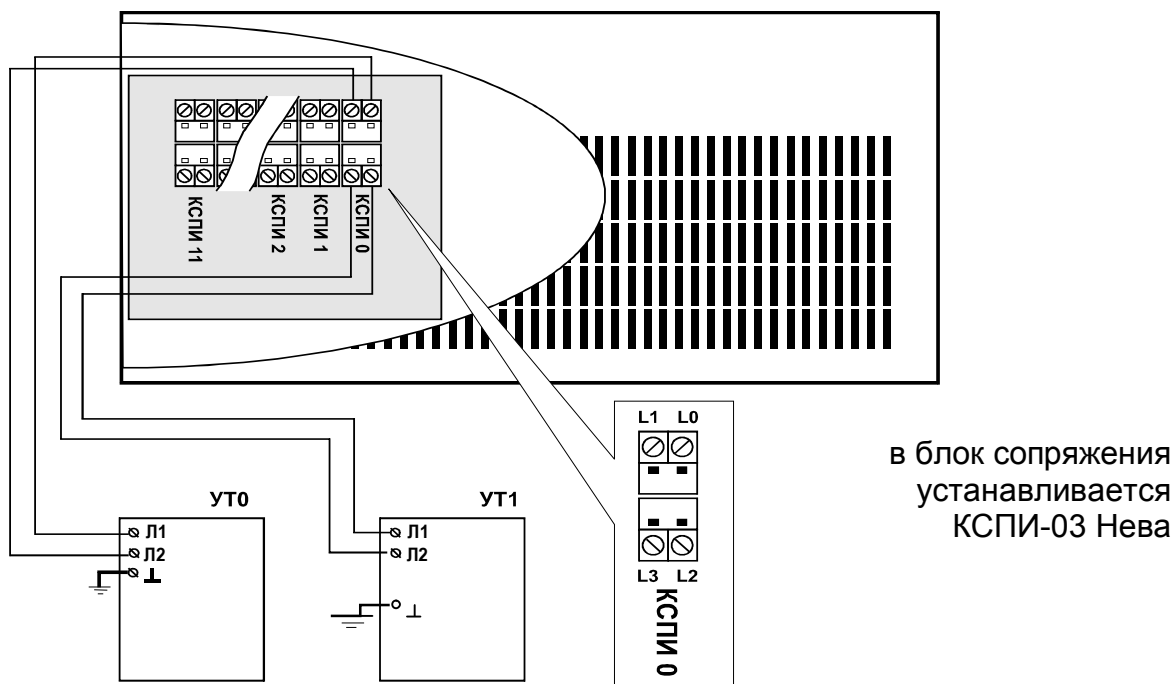

Рисунок 4.1 – Подключение СПИ Нева –10, 10М к блоку сопряжения.
Варианты подключения различного охранного оборудования приведены на рис. 4.1 – 4.6.
- рисунок 4.1 – Подключение СПИ Нева –10, 10М;